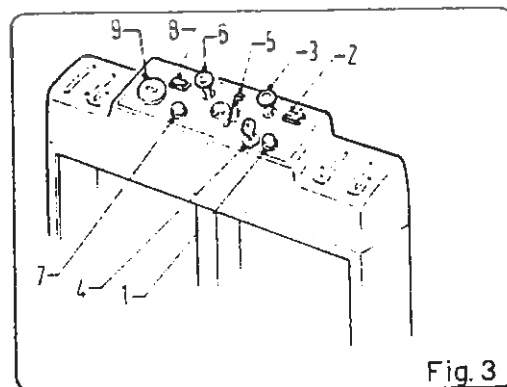

Fig. 3
ARMATURENBRETT BENZIN-MOD. - ABB. 3
- B - Hebel Pos. 5 (Abb. 3) auf halb stellen.
- C - Den Choke Pos. 3 (Abb. 3) ganz herausziehen.
- D - Den Schlüssel Pos. 4 (Abb. 3) drehen, bis der Motor startet.
- E - Nach wenigen Sekunden den Choke Pos. 3 (Abb. 3) wieder hineinschieben. Startet der Motor nicht, den Schlüssel auf die neutrale Position zurückdrehen und obenerwähnte Vorgänge wiederholen.
- G - Das einwandfreie Funktionieren der Kehrmaschine hängt von der Reinigung des Filters ab. Den Filter vor jedem Entleeren des Schmutzbehälters ausschütteln, indem der dazu bestimmte Knopf der Rüttelvorrchtung, Pos. 7 (Abb. 3) beim BENZIN-Mod., Pos. 6 (Abb. 4) beim ELEKTRO-Mod., in kurzen Intervallen gedrückt wird.